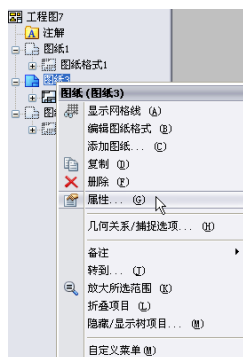
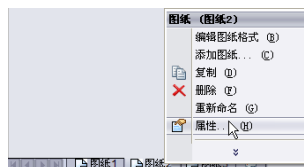

图 14-26 特征管理器方式
图 14-27 标签方式
(1) 特征管理器方式。右键单击特征管理器中需要重新命名的图纸的图标，在系统弹出的快捷菜单中选择“属性”选项，如图 14-26 所示。系统弹出“图纸属性”对话框，在“名称”一栏中输入需要的图纸名称即可。
(2) 快捷键方式。单击“FeatureManager 设计树”中的图纸图标，然后按快捷键 F2，图纸图标被激活，在其中输入需要的图纸名称即可。
(3) 标签方式。右键单击绘制区域下面的图纸标签，在系统弹出的快捷菜单中选择“属性”选项，如图 14-27 所示。系统弹出“图纸属性”对话框，在“名称”一栏中输入需要的图纸名称即可。